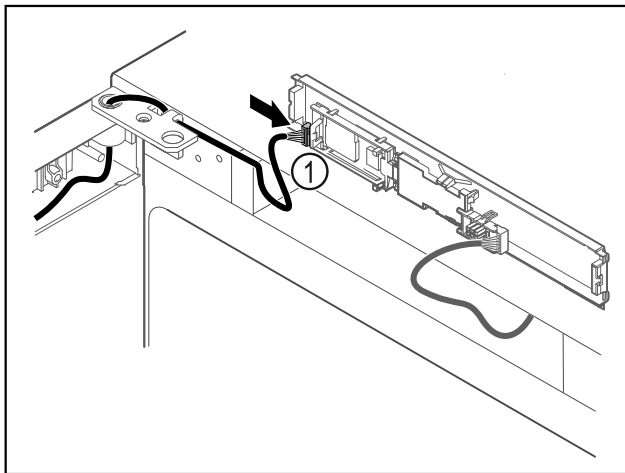

Fig. 56
- Brancher le connecteur Fig. 56 (1) sur la platine.